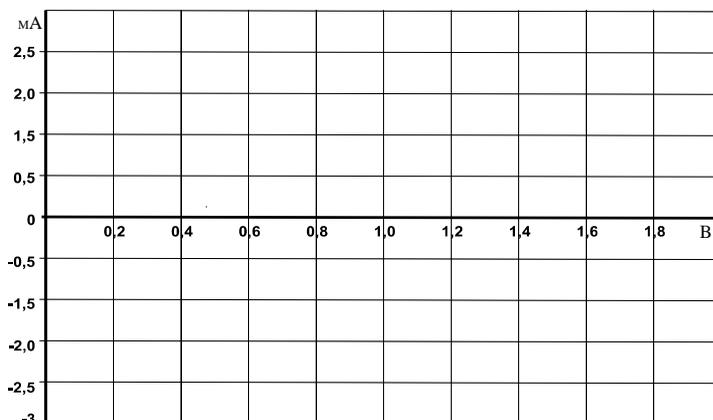

Рисунок 9
3.3. На рис. 9 постройте графики  $I_{У}(U_{УК})$  при увеличении и уменьшении напряжения. На графике отметьте напряжения  $U_{Отп}$  и ток  $I_{Отп}$ .